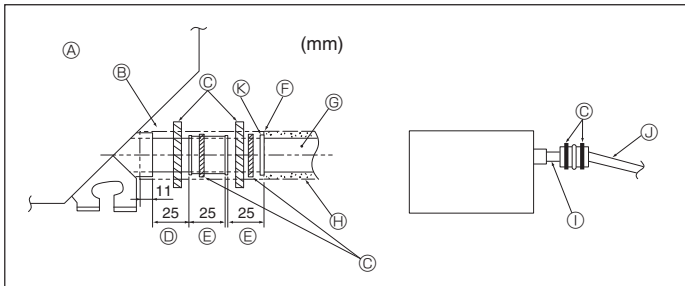

Fig. 5-2
1. Drenaj soketini (üniteyle birlikte verilmiştir) drenaj çıkışına bağlayınız. (Fig. 5-2) (Boruyu PVC tutkalla tutturduktan sonra bantlayarak tespit ediniz.)